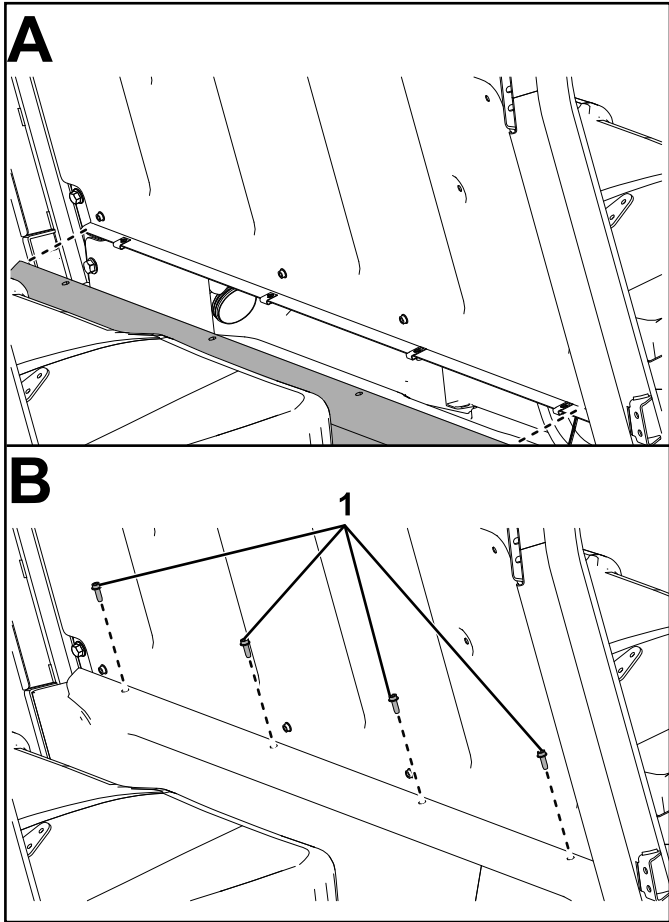

Bild 50
23. Befestigen Sie die mittlere Sitzplatte mit vier Sechskantschrauben ($\frac{1}{4} \times \frac{3}{4}$ ") an der Bodenwanne und an den vier Clips ($\frac{1}{4}$ "), wie in Bild 50 dargestellt.